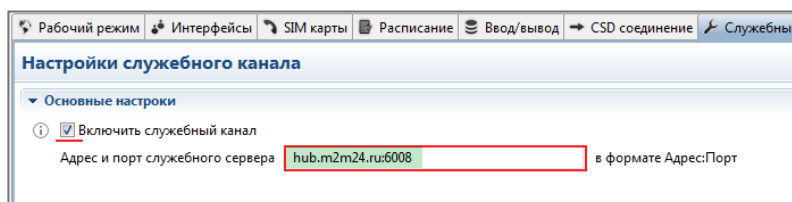

Рис. 31. Настройка служебного канала.
2. Во вкладке **Служебный канал** поставьте флажок в строке **Включить служебный канал**, а в строке **Адрес и порт служебного сервера** укажите адрес и порт служебного сервера M2M24: **hub.m2m24.ru:6008** (Рис. 31).